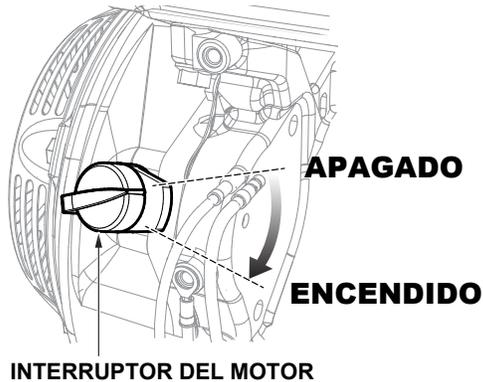

Figura 28. Interruptor de ENCENDIDO/APAGADO del motor (ENCENDIDO)
2. Ponga el interruptor de ENCENDIDO/APAGADO en la posición de **ENCENDIDO** (Figura 28).